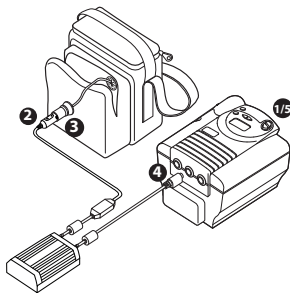

Fig. 4: Ansluta likströmsadaptern
2. Anslut biladaptern till ingångskabelns ände på likströmsadaptern. Se fig. 4.